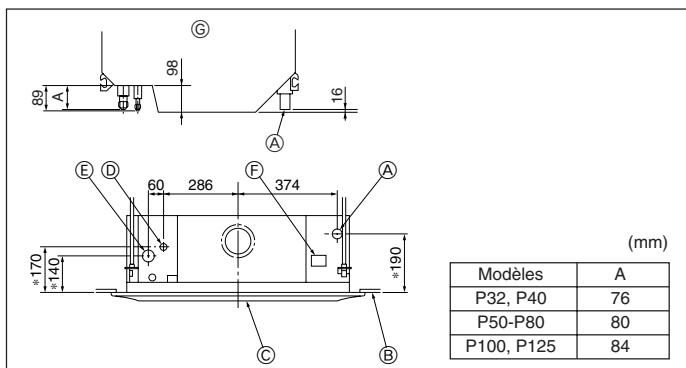

Fig. 3-1
Les chiffres marqués d'une * sur le croquis représentent les dimensions de l'appareil principal sans tenir compte de celles du boîtier multifonctions disponible en option. (Fig. 3-1)
- par sans tenir compte de celles du boîtier multifonctions disponible en option. (Fig. 3-1)